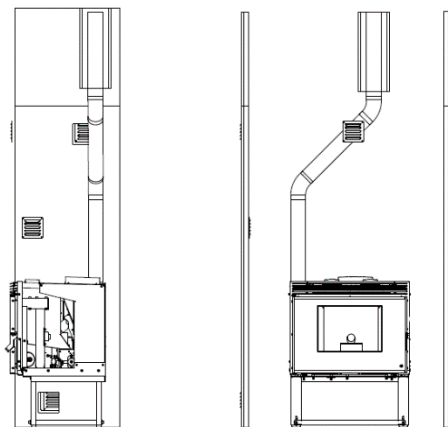

Figure 3 - Installation avec cheminée existante
- Comme le montre la figure 3, l'insert voit son tuyau d'évacuation (en $\varnothing 80$ mm) directement raccordé à la cheminée. Si la cheminée est trop grande, il est recommandé de tuber le conduit avec un tubage de diamètre intérieur minimal de 80 mm.
- Prévoir un « T » pour les inspections périodiques et la maintenance annuelle, comme le montre la Figure 3.